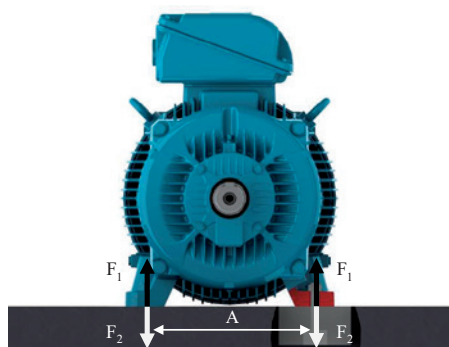

Figura 32 - Motor instalado sobre base de concreto
- Bases de concreto: más recomendadas y usuales para los motores de gran porte (ver Figura 32)